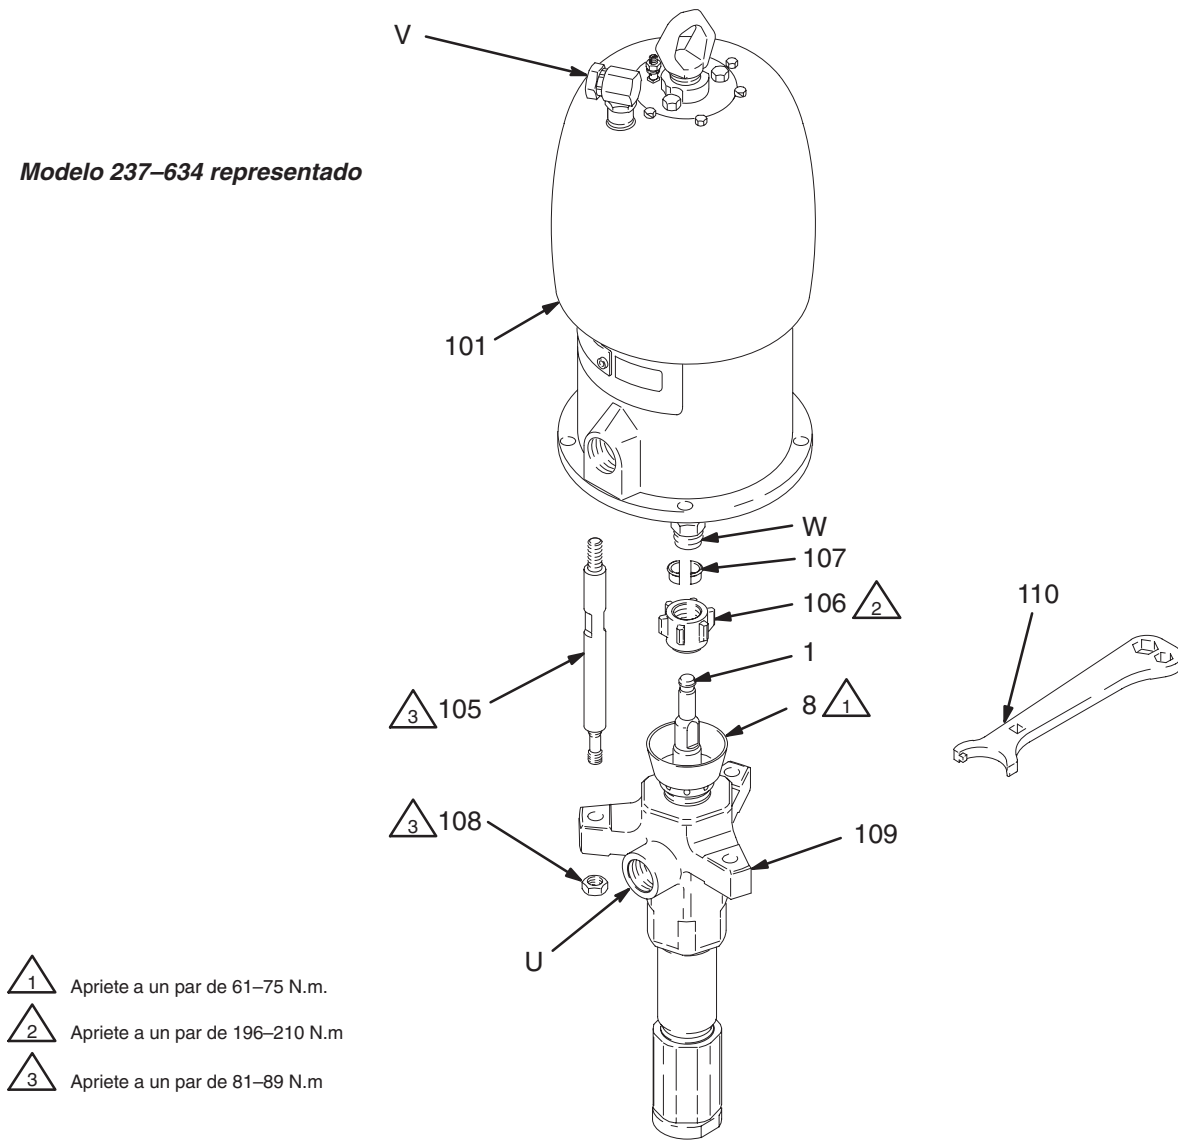

Fig. 4
5. Utilice una llave ajustable (o un martillo y un punzón) para desenroscar la tuerca de acoplamiento (106) del eje del motor (W). No pierda o deje caer los collares de acoplamiento (107). Vea la Fig. 4.
6. Impida el giro de la varilla de acoplamiento con sujetándola con una llave por sus partes planas. Afloje las tuercas (108) de las varillas de acoplamiento (105). Separe cuidadosamente la base de bomba (109) del motor (101).
1. Verifique que la tuerca de acoplamiento (106) y los collares de acoplamiento (107) están colocados en la base de la varilla (1). Véase la Fig. 4.
2. Una persona debe sujetar la base de bomba mientras otra la vuelve a conectar al motor (vea la **PRECAUCIÓN** a la izquierda). Oriente la salida de fluido de la bomba (U) hacia la entrada de aire (V) como se indicó en el paso 4 de la sección **Desconexión de la base de bomba**. Coloque la base de bomba (109) en las varillas de acoplamiento (105).
3. Apriete las tuercas (108) a las varillas de acoplamiento (105) y aplique un par de 81–89 N.m.
4. Enrosque, sin apretar, la tuerca de acoplamiento en el eje del motor (W). Sujete las partes planas del eje del motor con una llave para impedir su giro. Utilice una llave ajustable para apretar la tuerca de acoplamiento. Apriete a un par de 196–210 N.m.
5. Vuelva a conectar todas las mangueras. Si se había desconectado, vuelva a conectar el cable de conexión a tierra. Llene la tuerca prensaestopas (8) con líquido sellador Graco o con un disolvente compatible hasta 1/3 de su capacidad.